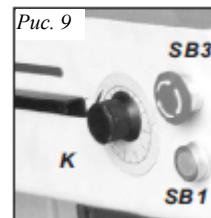

Рис. 9
- ◆ Слегка приоткройте клапан регулировки потока (Рис. 9 К).
- ◆ Раскрутите установочные винты (С), чтобы ослабить регулируемую остановку (D) относительно конечного переключателя (ST4).
- ◆ Регулируемая остановка (D) - самое низкое положение рамы пилы.